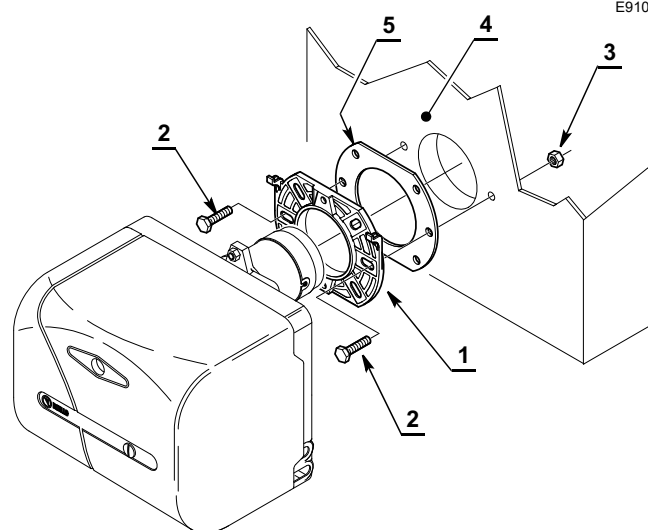

Abb. 9
- den Flansch 1) an der Klappe des Kessels 4) mit den Schrauben 2) und (bei Bedarf) den Muttern 3) nach Zwischenfügen der Isolierabschirmung 5) (Abb. 9) befestigen.